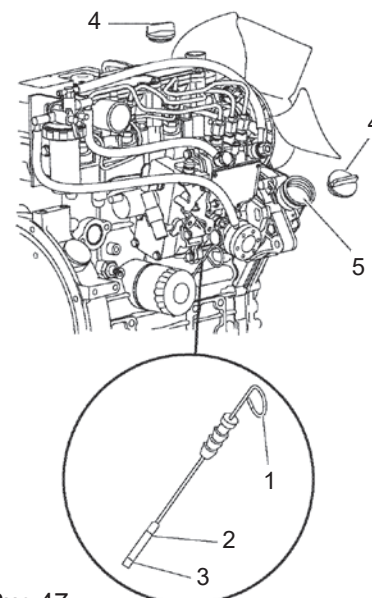

Рис.47
8. Доливайте моторное масло в маслозаливное отверстие двигателя (5, Рис. 47) по мере необходимости, пока уровень не окажется между верхней (2, Рис. 10) и нижней отметками (3, Рис. 47), указанными на щупе (1, Рис. 47).
9. Установите на место крышку маслозаливной горловины (4, Рис. 47). Если пролилось моторное масло, вытрите его чистой тканью.